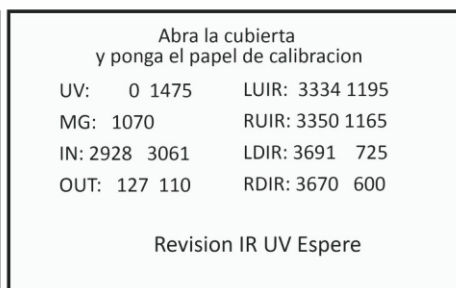

Fig 8-5
8.4. Presione “ADD” por 1 vez, mostrará “IR UV check wait” (Fig 8-5) en la pantalla por varios segundos,